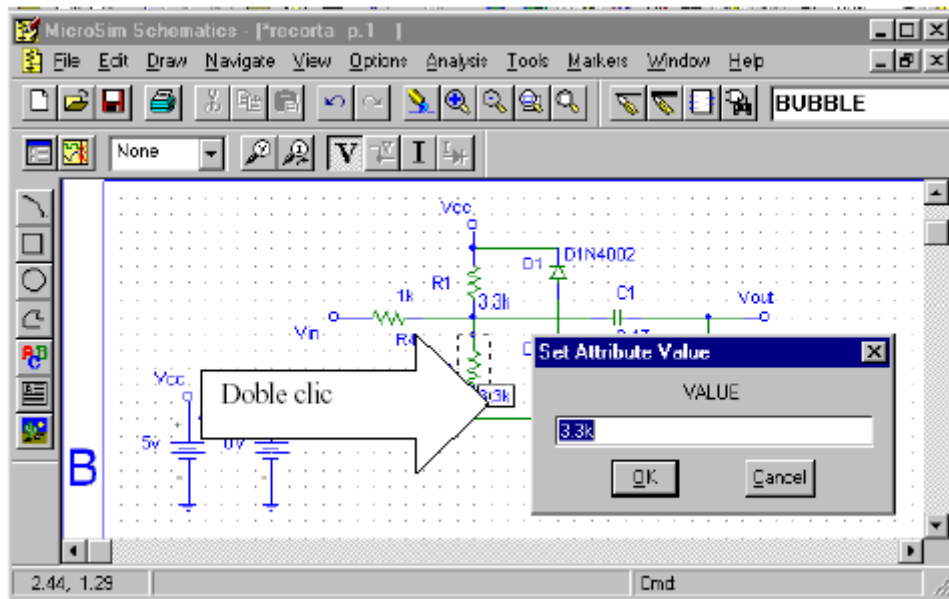

Figura 9
4. Haciendo doble clic en el atributo del componente que está visible, en una resistencia serán el valor nominal y su referencia dentro del circuito, ver figura 9.